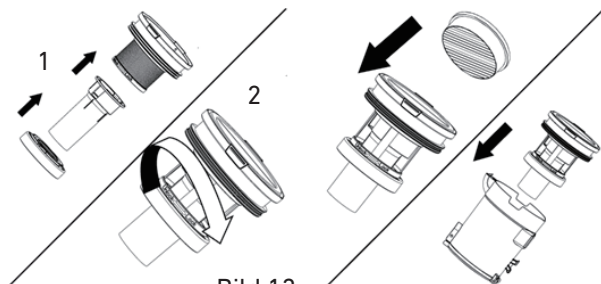
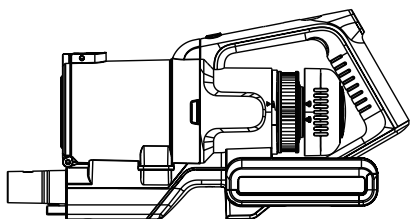

Bild 13
Bild 14
6. För att rengöra eller byta eftermotorfiltret vrider du locket moturs och lyfter av locket. (Bild 13) Ta bort filtret (Bild 14) och tvätta och torka det i enlighet med steg 4.